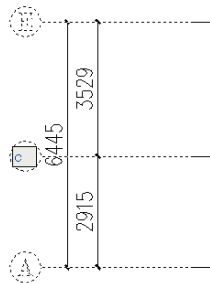

图 2-97 输入新轴号
2) 选中轴号标注，双击需要修改的轴号，输入新轴号，如图2-97所示。